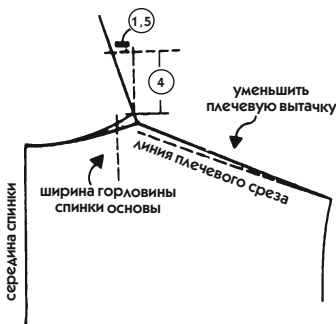

Рис. 424
- Перенесите на 0,5 см к плечу засечку, ограничивающую край горловины базового лекала (рис. 424).
- Уменьшите плечевую вытачку в той же пропорции. Закройте ее и проведите новую линию плеча, подводя ее к новой засечке на той же высоте, что и предыдущая (рис. 424, сплошная линия).
- Через новую точку ширины горловины проведите вверх линию, параллельную срединной линии спинки (мелкий пунктир на рис. 424).
- Постройте поднимающийся воротник, как показано сплошной линией на рис. 424.